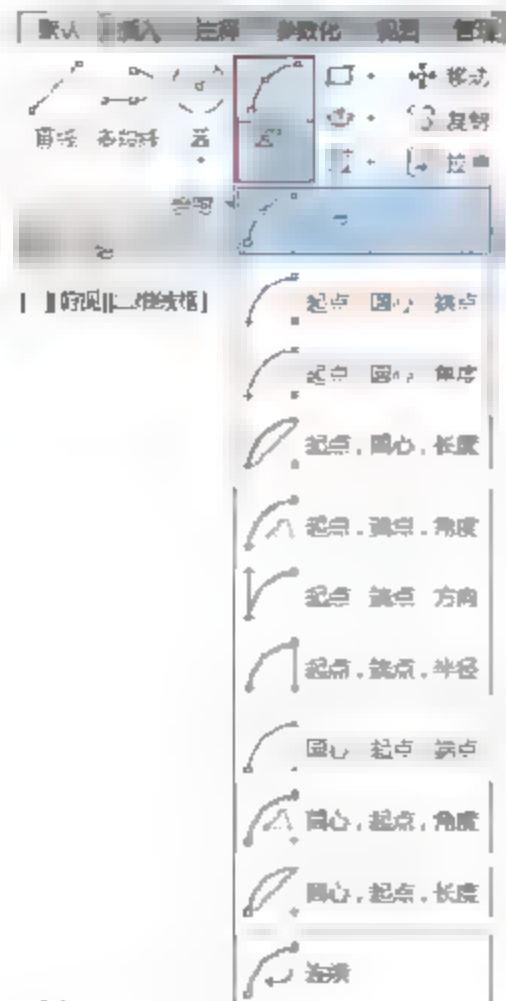

图3-56 单击按钮
- 功能区：在【默认】选项卡中，单击【绘图】面板中的【圆弧】按钮，如图3-56所示。